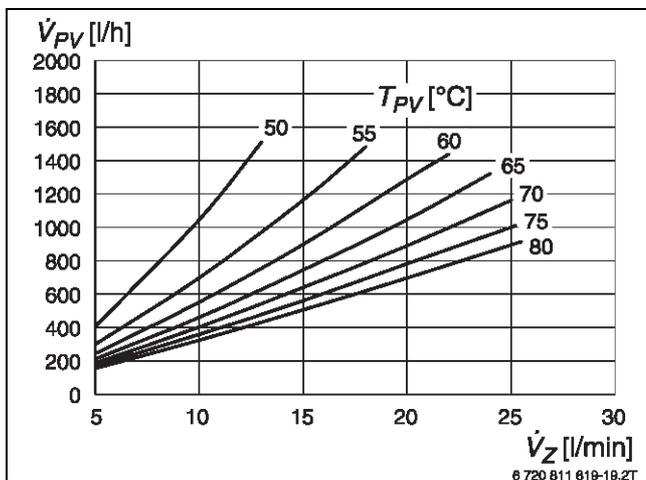
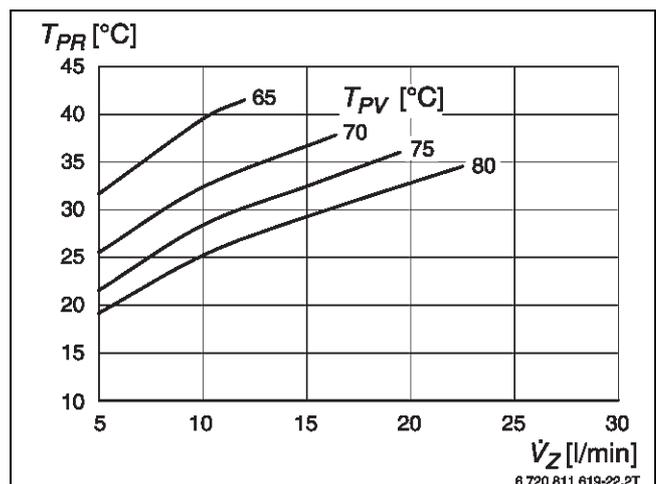

Bild 218 Volumenstrom vom Pufferspeicher (Vorlauf) bei 45 °C Zapftemperatur
Bild 221 Volumenstrom vom Pufferspeicher (Rücklauf) bei 60 °C Zapftemperatur
**Beispiel** (→ Bild 218 [1]): Um eine Warmwassertemperatur von 50 °C zu erreichen, ist bei einer Entnahme von 17 l/min eine Temperatur von 60 °C im Bereitschaftsteil ausreichend.
**Legende zu Bild 218 bis Bild 221:**